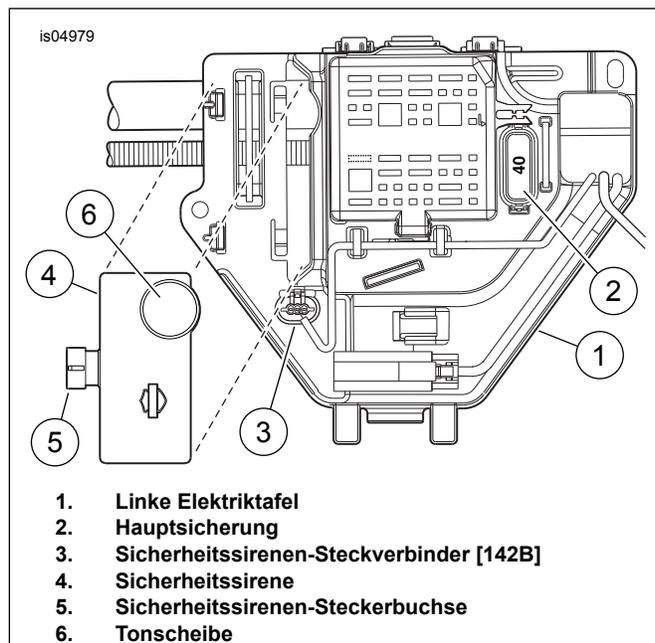

Abbildung 15. Einbau der Sirene (FL Touring ab 2008)
2. Siehe Abbildung 15. Den Sicherheitssirenen-Steckverbinder [142B] (3) aus dem Halter auf der Elektriktafel entfernen. Den Steckverbinder [142B] der Sicherheitssirene in die Sicherheitssirenen-Steckerbuchse (5) schieben, bis der Steckverbinder sicher einrastet.